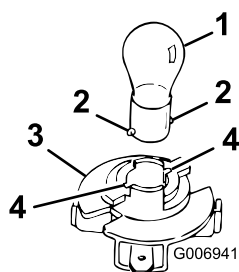

Figura 41
3. Ruotate il portalamпада di 1/4 di giro in senso orario e toglietelo dal riflettore (Figura 41).
4. Premete la lampada e giratela in senso antiorario finché non si ferma (circa 1/4 di giro), quindi toglietela dal portalamпада (Figura 41).
2. Inserite la base nel portalamпада (Figura 41).